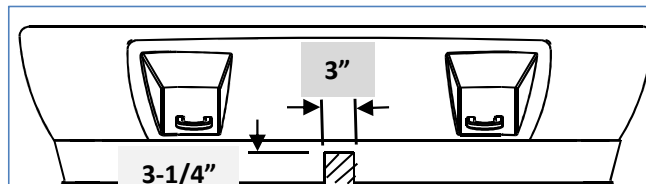

Figura 1
- Recortar el retenedor de aire:** Marcar un área de 3" x 3-1/4" de altura en el centro del retenedor de aire inferior. Ver Figura 1. Con una navaja utilitaria, recortar cuidadosamente el retenedor de aire.
- Aflojar el protector de salpicaduras:** Retirar los dos (2) tornillos M10 más posteriores del protector plástico contra salpicaduras. No retirar los (2) pernos delanteros.
- 1. Recortar el retenedor de aire:** Marcar un área de 3" x 3-1/4" de altura en el centro del retenedor de aire inferior. Ver Figura 1. Con una navaja utilitaria, recortar cuidadosamente el retenedor de aire.